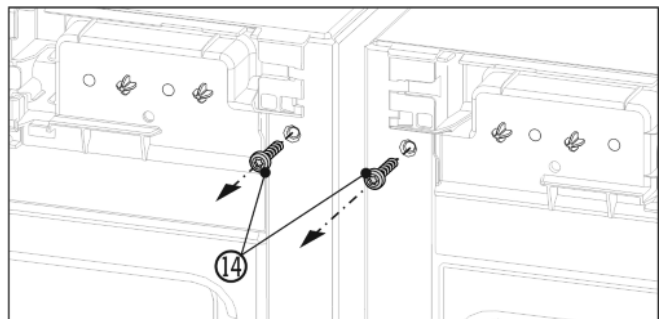

Fig. 6
- ▶ Antes de montar la escuadra superior, desenrosque ambos tornillos de conexión a tierra Fig. 6 (14).